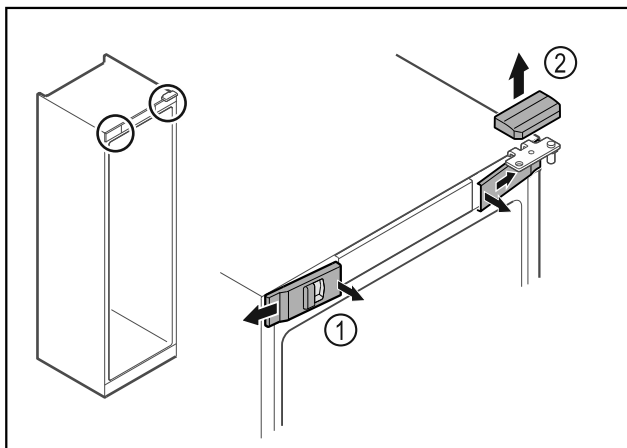

Fig. 14
- ▶ Lossa skyddena fram Fig. 14 (1) på insidan och ta av dem åt sidan.
- ▶ Ta av det övre skyddet Fig. 14 (2) uppåt.